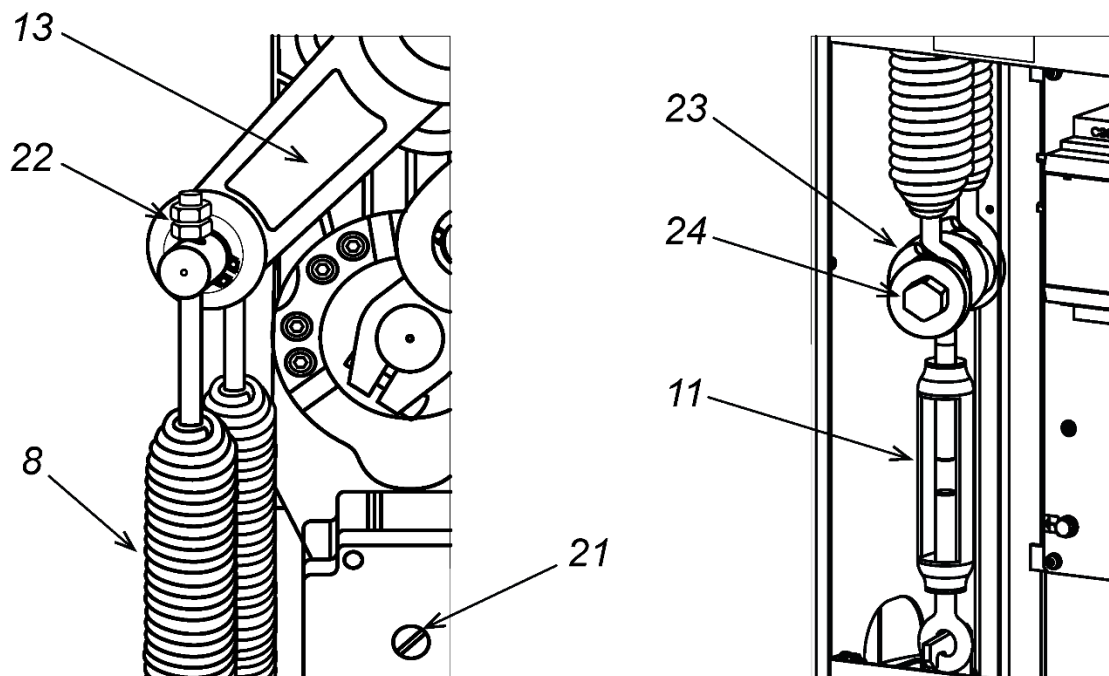

Рисунок 18. Установка балансировочных пружин
Переведите кронштейн крепления стрелы в горизонтальное положение, для чего шлицевой отвёрткой вращайте винт (ручку) разблокировки привода (21) по часовой стрелке до упора (см. рис. 18).
1. Снимите дверцу (2), открыв замок ключом.
2. На приводе стрелы переведите рычаг (13) в нижнее положение (см. рис. 18).
5. Также регулировать натяжение пружин можно при помощи гаек (22) на верхних шпильках пружин (см. рис. 18), при этом над гайками у обеих пружин должно быть примерно одинаковое количество витков резьбы, но не менее 3-5 витков.